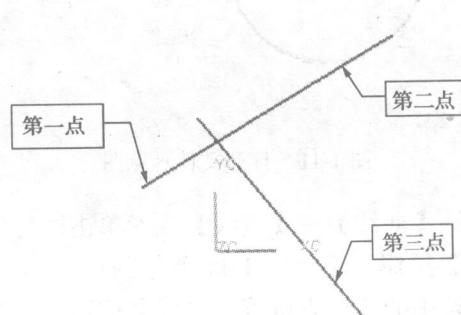
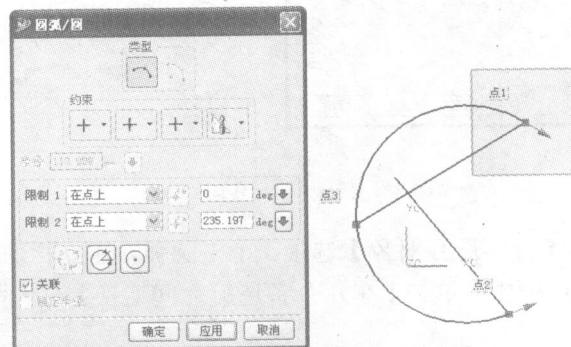

图 1-15 打开文件示意图
图 1-16 生成圆弧示意图
- 打开随书光盘“01/yuanhu1.prt”文件，如图 1-15 所示。
- 在图 1-15 中，从第 1 点开始，依次选择 3 个点，如图 1-16 所示。